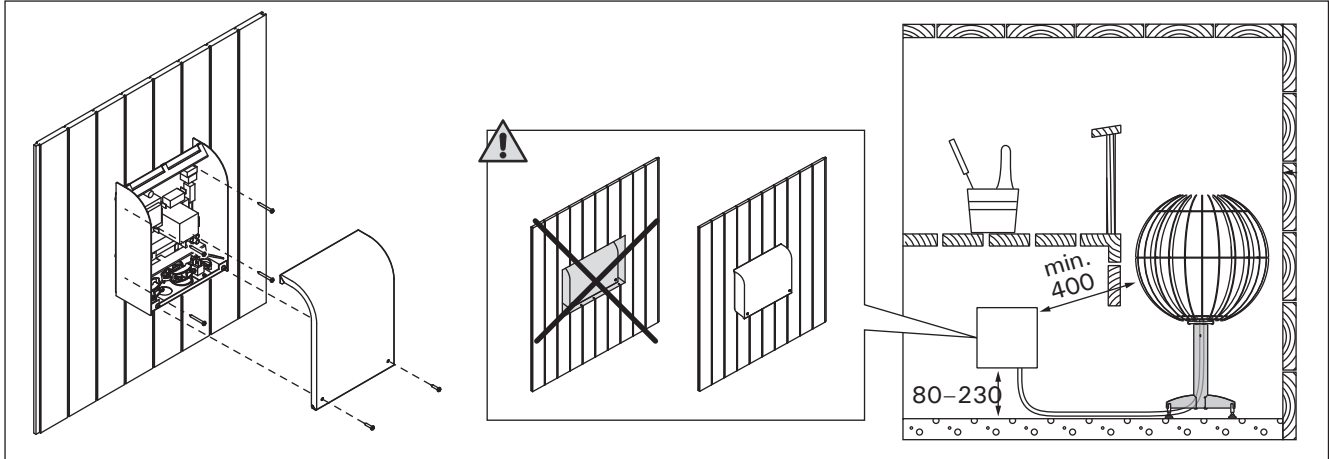

Рисунок 8. Установка блока питания (все размеры приведены в миллиметрах)
**Внимание!** Блок питания нельзя утопывать в стену или устанавливать его заподлицо, так как это может вызвать перегрев внутренних компонентов блока и привести к поломке устройства. См. рис. 8.